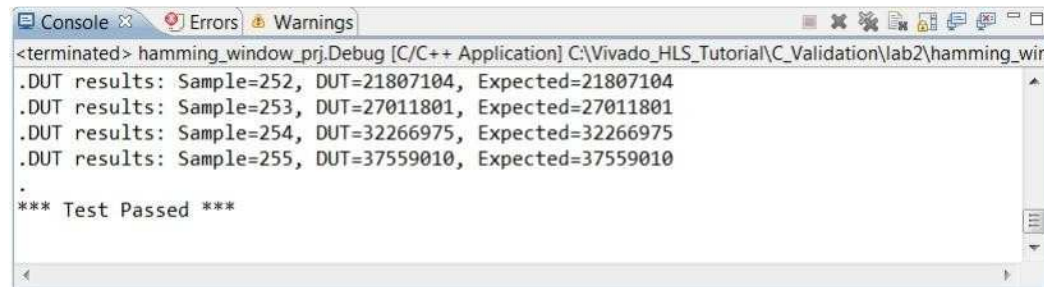

图3-16:C 验证实验室2 结果退出 Vivado
- 11.单击 **OK** 运行模拟。结果显示在 console 窗口中(图 3-16)。